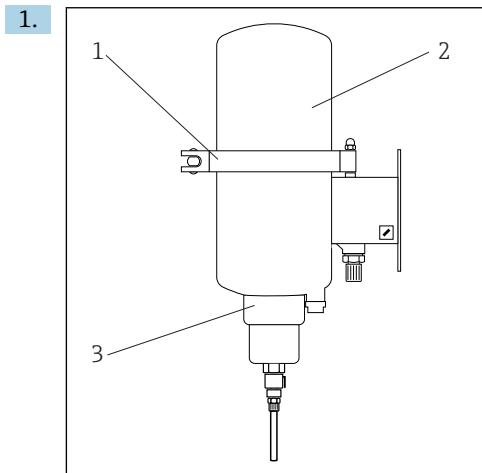

图 10
1. 切断压缩空气，释放加压盐罐上的压力(松开塑料部件(→ 图 10, 图号 3)上的螺纹接头，旋转 2-3 圈)。